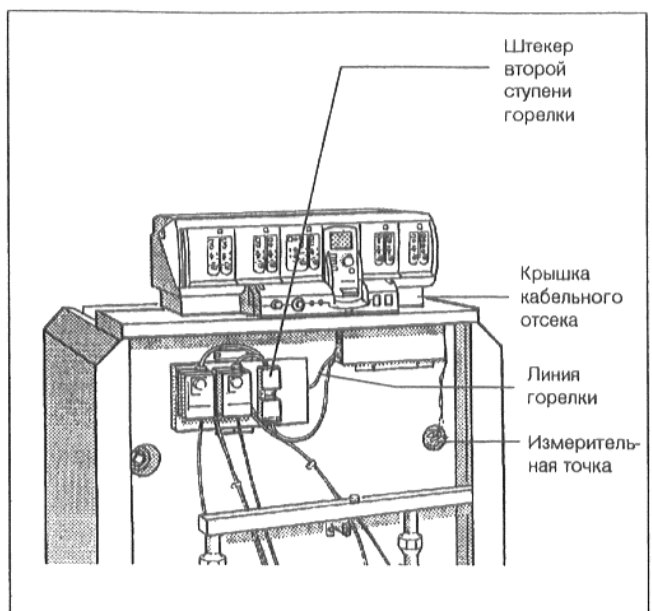

Рис. 15: Передняя сторона котла
- Отвинтить крышку кабельного отсека (Рис. 15).
- Провести капиллярные трубки датчиков температуры, а при устройстве регулирования "Ecomatic" - линию датчика температуры воды подающей линии котла под передним кожухом котла вперед к измерительной точке. При этом размотку производить только на требуемую длину (Рис. 15).
- Провести линию горелки через кабельный отсек и под передним кожухом котла назад к месту подключения устройства регулирования (Рис. 15).
- При двухступенчатом исполнении удалить штекер с перемычкой и вставить на это место штекер линии второй ступени горелки (Рис. 15).